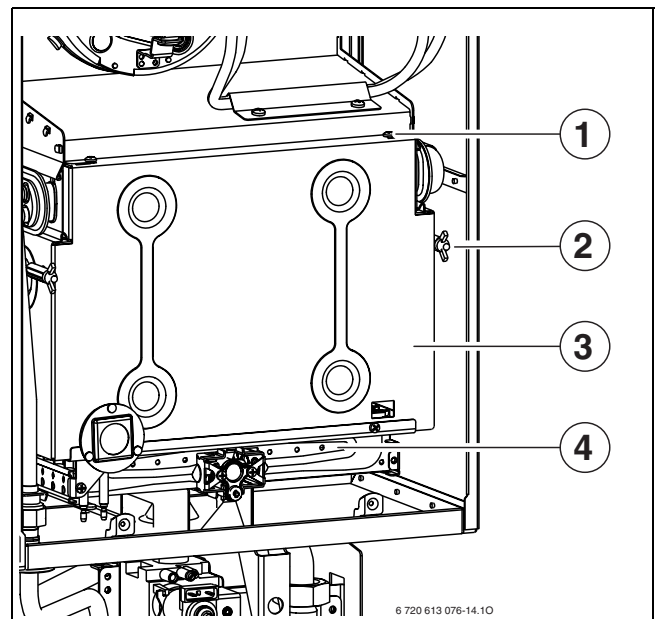

Fig. 37 Aprire il bruciatore
- ▶ Rimuovere la parete anteriore della camera di combustione e il bruciatore (→ fig 37).